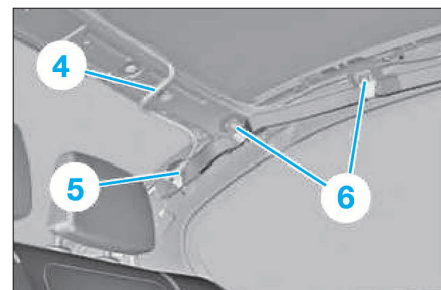

FIG. 16
- Défaire la vis (2) de la fixation du kit de déploiement.
- La fixation (3) du kit de déploiement est vissée à l'habillage de pied de pavillon avant.
- Décaler au besoin le faisceau de câbles (4) sur le côté, pour desserrer la vis (5) du support de kit de déploiement (Fig.16).
- Défaire la vis (6) des fixations du kit de déploiement.